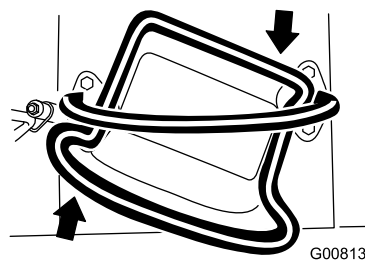

Рисунок 9
- Для того, чтобы повернуть направо, поверните ручку управления тягой по часовой стрелке (Рисунок 9).